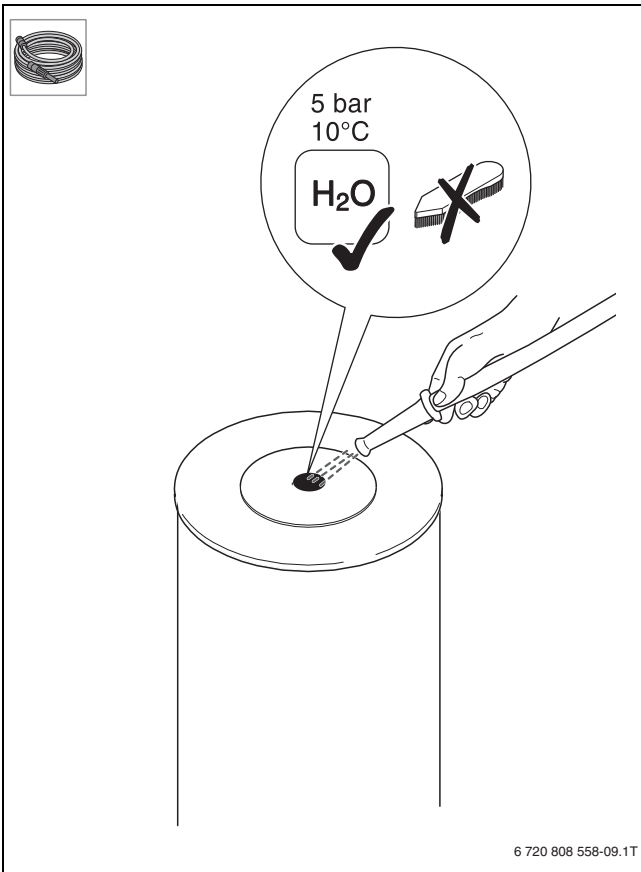

Fig. 20
- ▶ Промойте бак-водонагреватель (→ рис. 20, стр. 72).